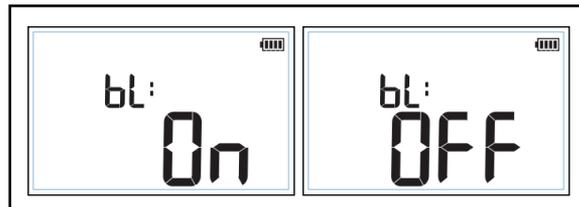

Figure 4. Réglage du rétroéclairage
1. Appuyez sur **SETUP** jusqu'à ce que **bl :** s'affiche à l'écran. Voir la Figure 4.